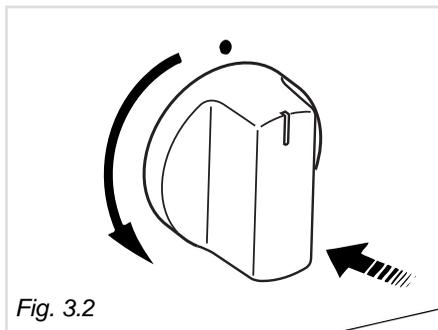

Fig. 3.2
- 2 – Premere leggermente la manopola del termostato e ruotarla in senso antiorario fino alla posizione 10 in corrispondenza della ★ (fig. 3.2), quindi premere a fondo la manopola per attivare l'accensione elettrica e aprire l'erogazione del gas.